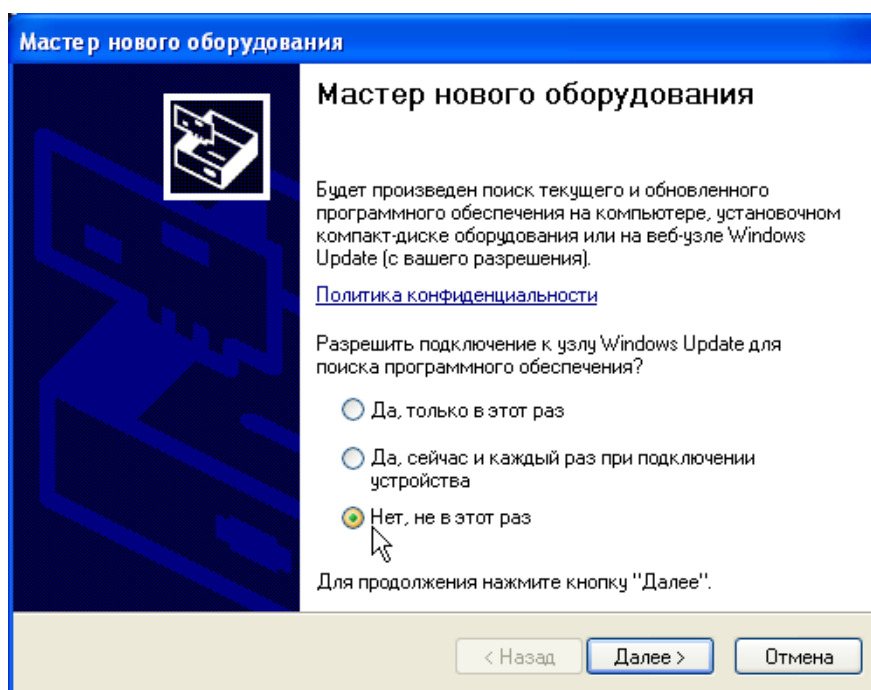

Рис.1. Окно "Мастер нового оборудования".
2.3. После включения питания течеискателя операционная система компьютера обнаружит новое устройство и появится окно "Мастер нового оборудования" (рис.1).